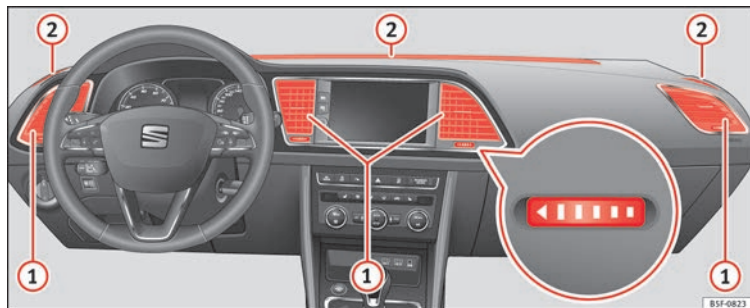

Fig. 186 Sur la planche de bord : diffuseurs d'air.
Pour garantir le chauffage, le refroidissement et la ventilation à l'intérieur de l'habitacle, les diffuseurs d'air » fig. 186 ① doivent rester ouverts.